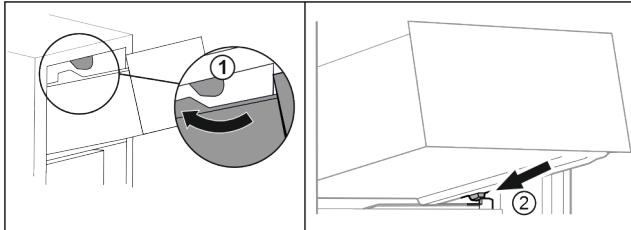

Fig. 102
- Predal speljite okrog zgornjih zaustavljalnikov. Fig. 102 (1)
- Predal postavite v poševnem položaju za spodnjimi zaustavljalniki na nastavek za posodo. Fig. 102 (2)